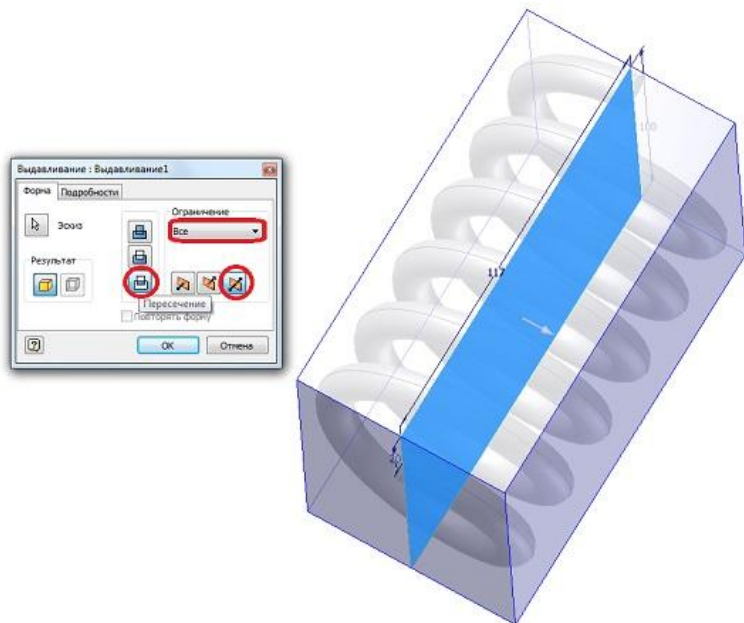

Рисунок 6.5 – Эскиз пружины
- Самостоятельно выполните команду **выдавливание**, применительно к созданному эскизу, установив настройки в соответствии с рис. 6.5.